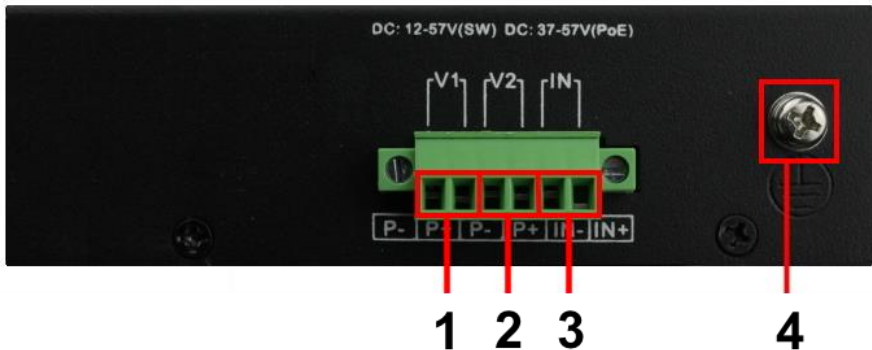

Рис. 3 Коммутатор SW-80402-I, разъемы и индикаторы на верхней панели
- Для обеспечения функционирования встроенной грозозащиты необходимо надежно заземлить корпус коммутатора рис. 3 (винтовая клемма 4).